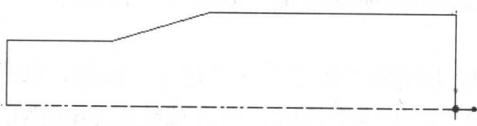

图 1-8 特征的草绘截面
(8) 使用“线”按钮绘制如图 1-8 所示的截面图。从如图 1-8 所示的右下角起点开始，使用“线”工具按钮草绘图示的图元。鼠标左键用于选择直线终点，鼠标中键用于取消直线命令。在图 1-8 里，定义草绘大小的尺寸标注方案已经故意隐藏了。绘制草绘时，不用担心绘制出来的尺寸，重要的是绘制出来的几何形状是否符合设计意图。在基准平面 RIGHT 和 TOP 的交线上开始绘制图形，并以逆时针方向绘制。鼠标左键用来选择实体位置，中键用来撤消命令。用基准平面 TOP 对齐特征的底边，用基准平面 RIGHT 对齐垂直的草绘右侧边。